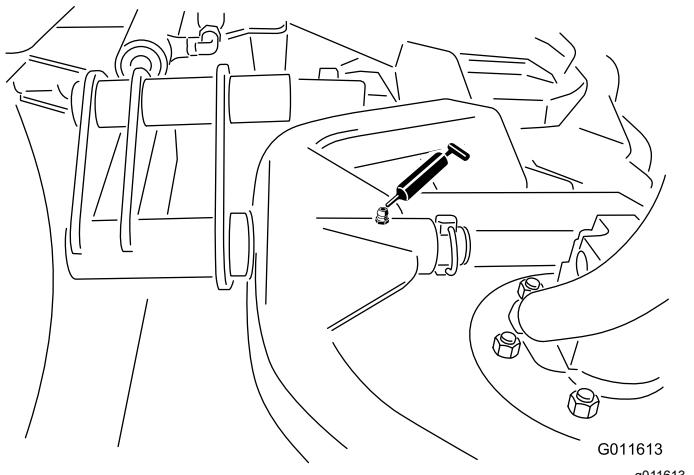

Рисунок 66
- Шарниры несущей рамы режущего блока (по 1 шт.)—Рисунок 66